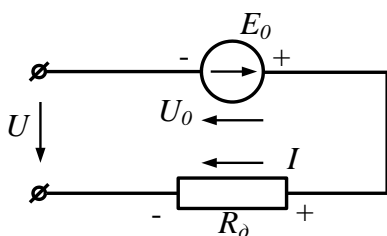

Рисунок 97
На основании уравнения (48) нелинейный элемент можно представить схемой последовательного соединения ЭДС $E_0 = U_0$ и динамического сопротивления R_d (рис.97). При этом $U = -E_0 + IR_d$.